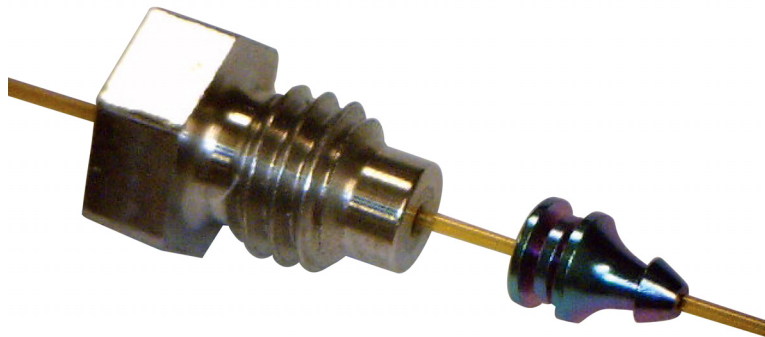

Figura 17. Anilha acoplada à coluna e à porca da coluna
- 7 Usando a chave de boca fixa de 1/4 pol., gire a porca da coluna 20 graus adicionais no sentido horário para garantir que a anilha seja adequadamente acoplada à coluna. Consulte **Figura 17**.